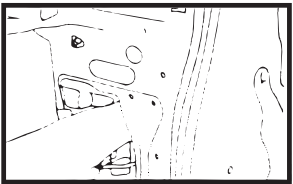

FIGURE 8 • FIGURA 8
- 8) Avec votre main à l'intérieur de la porte, installez le clip de maintien de la nouvelle serrure. Assurez-vous de son bon positionnement (reportez-vous à la figure 8)